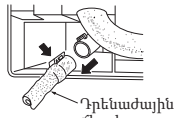

Fig. 2
- Եթե ներքին բլուկի հետ տրամադրվող դրենաժային ձկափողը շատ կարճ է, ապա օգտագործե՛ք համապատասխան երկարության հասանելի դրենաժային ձկափող (1): (Fig. 2)
- 3) Դու՛րս քաշեք դրենաժային ձկափողը ներքին բլոկի ետնամասային ձախ կողմից: (Fig. 2)